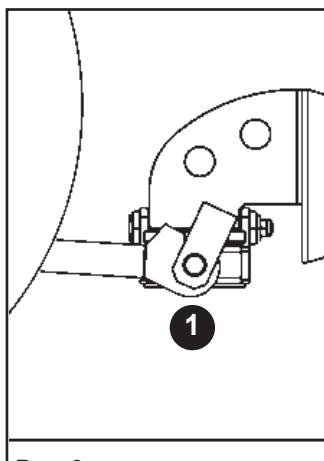

Рис. 6
- 1) Подцепить кронштейны подъемника на соответствующие штыри (1, Рис. 6). Заблокировать при помощи шплинтов.
- 4) Отсоединить первую и вторую точки (Рис. 6).